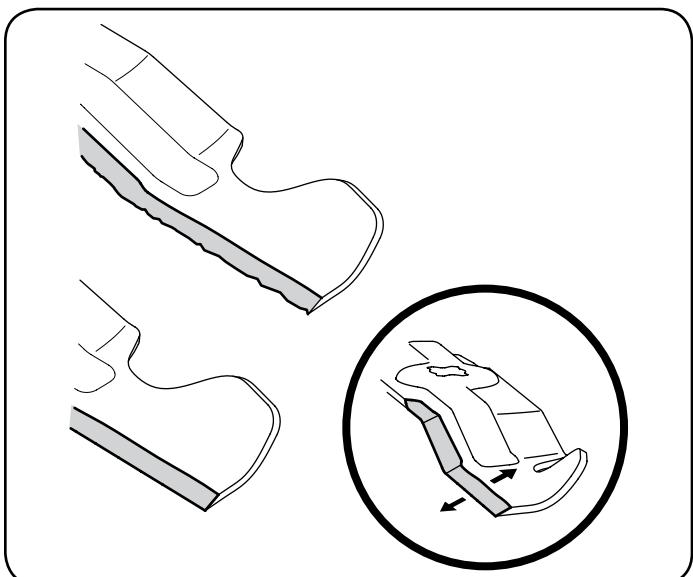

Figura 32
3. Para afilar las cuchillas de corte correctamente, extraiga cantidades iguales de metal de ambos extremos de las cuchillas a lo largo de los bordes cortantes, paralelo al borde de caída, a un ángulo de 25° a 30° . Vea la Figura 32.